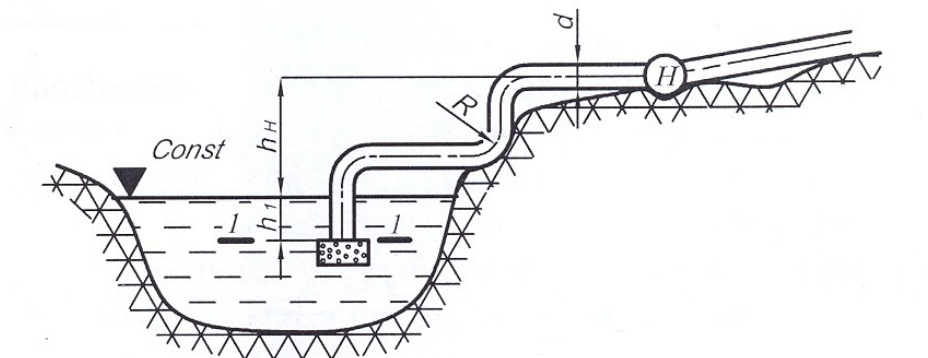

Рис. 6.1.
6.1. На берегу реки предполагается устроить насосную станцию (рис. 6.1) для подачи воды из реки для ГЭС, Q выбирается по вариантам. Высота оси насоса над уровнем воды в реке $h_n = 4$ м. Длина всасывающей трубы l выбирается по вариантам, трубы чугунные новые ($k = 4,46$, $\Delta = 0,5$ мм).